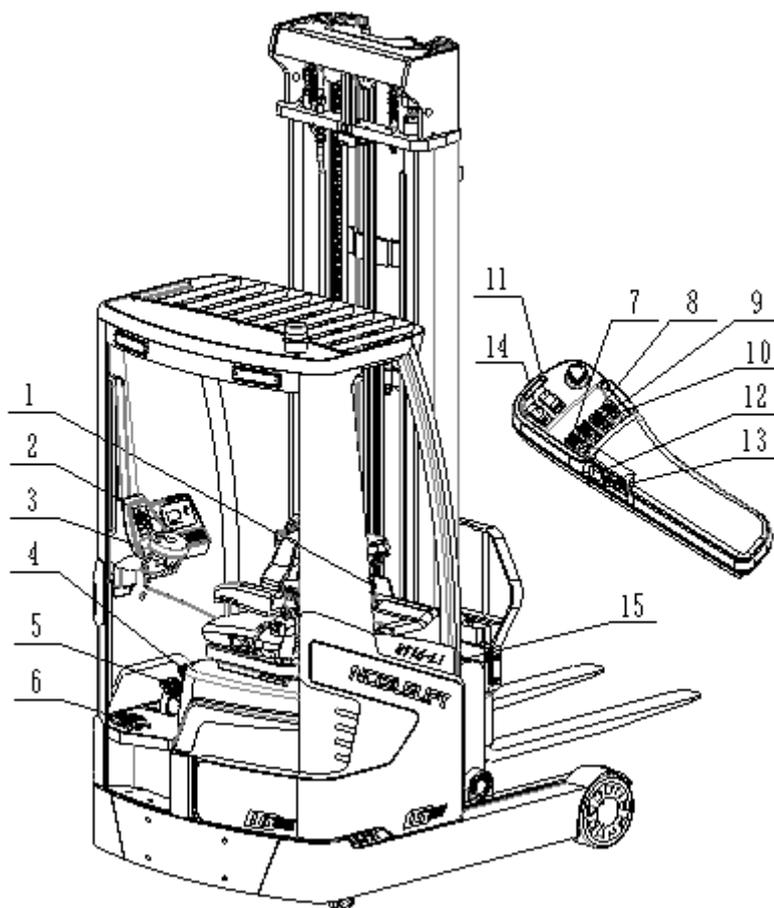

Рис. 9: Органы функционального управления
Сядьте на рабочее место оператора, отрегулируйте рулевую колонку и кресло оператора, пристегните ремень безопасности. Потяните аварийную кнопку (рис. 9, поз. 1), вставьте ключ в замковый выключатель (рис. 9, поз. 2) и поверните его по часовой стрелке в положение ON (ВКЛ). ЖК дисплей отобразит текущее состояние аккумулятора, функциональную и техническую информацию. Затем нажмите на педаль присутствия оператора (рис. 9, поз. 6). Перед началом движения ричтрака нажмите кнопку звукового сигнала (рис. 9, поз. 13), чтобы предупредить окружающих, если необходимо. Питание ричтрака включено.
Примечание: установите переключатель выбора направления движения (рис. 9, поз. 12) в нейтральное положение перед началом работы на ричтраке, иначе возникнет ошибка неправильной последовательности включения.
После запуска ричтрака поворотом ключа в положение ON (ВКЛ) сначала нажмите на педаль присутствия оператора (рис. 9, поз. 6), затем расположите руку в зоне управления функциями. Переключите клавишу выбора
направления движения (рис. 9, поз. 12) в положение «вперед» или «назад» - на ЖК дисплее появятся стрелки указывающие направления движения. Плавно отрегулируйте скорость движения с помощью педали акселератора (рис. 9, поз. 4), пока желаемая скорость не будет достигнута. Скорость будет снижаться при отпускании педали акселератора. Контролируйте скорость для обеспечения безопасности. При необходимости резкого замедления и торможения нажмите на педаль тормоза (рис. 9, поз. 5).
- Отпустите педаль присутствия оператора (рис. 9, поз. 6) - функция торможения будет включена, и ричтрак остановится.
- В экстренной ситуации нажмите аварийную кнопку (рис. 9, поз. 1), функция торможения будет включена, и ричтрак остановится.
Отклоните джойстик управления подъемом и спуском (рис. 9, поз. 7) назад, «на себя», для подъема вил и достижения желаемой высоты подъема.
Отклоните джойстик управления подъемом и спуском (рис. 9, поз. 7) вперед, «от себя», для спуска вил.
Отклоните джойстик управления выдвижением мачты (рис. 9, поз. 8) вперед, «от себя» для передвижения мачты вперед.
Отклоните джойстик управления выдвижением мачты (рис. 9, поз. 8) назад, «на себя», для передвижения мачты назад.
Отклоните джойстик управления боковым смещением каретки (рис. 9, поз. 10) вперед, «от себя», для смещения каретки вила влево.
Отклоните джойстик управления боковым смещением каретки (рис. 9, поз. 10) назад «на себя», для смещения вила вправо.
При возникновении каких-либо неисправностей или если ричтрак в нерабочем состоянии, прекратите оперирование оборудованием и активируйте аварийную кнопку (рис. 9, поз. 1), нажав на нее. По возможности поставьте ричтрак на стоянку в безопасном месте, поверните замковый выключатель (2) против часовой стрелки и извлеките ключ. Немедленно сообщите об этом руководителю/ ответственному лицу и/или обратитесь в службу сервиса. При необходимости уберите ричтрак из зоны эксплуатации с помощью специального буксировочного / грузоподъемного оборудования.
В случае аварийной ситуации (при потере управления или других экстренных ситуаций) немедленно нажмите на аварийную кнопку (рис. 9, поз. 1). Все электрические функции будут отключены.